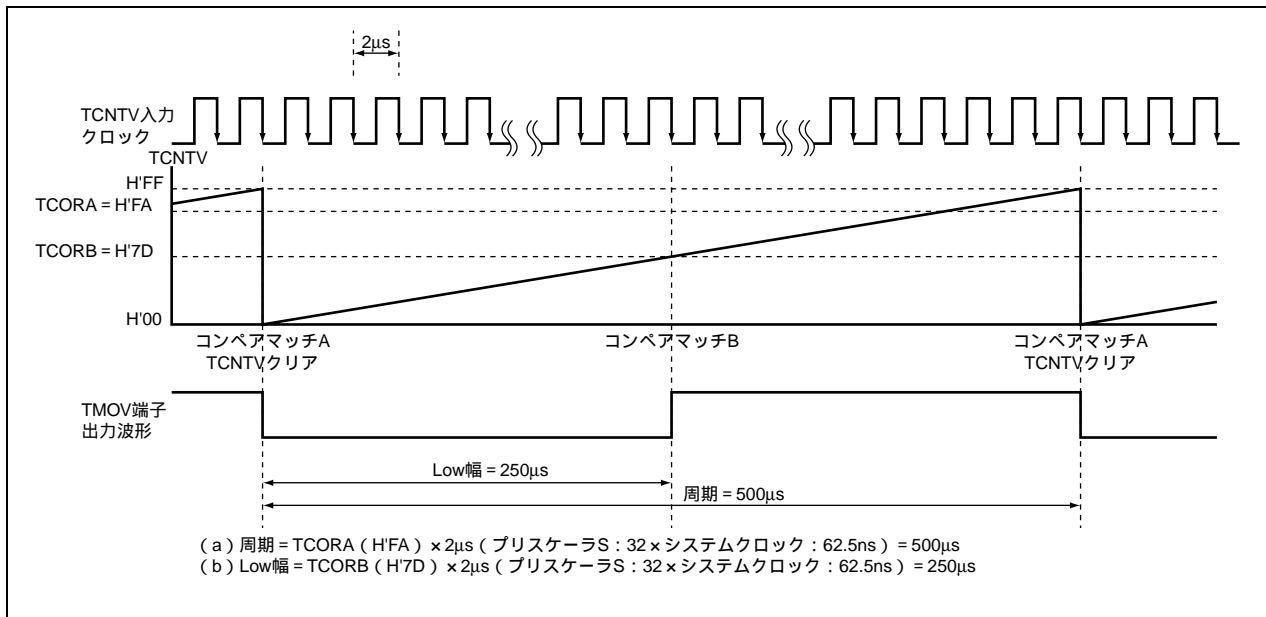

図 2.2 TMOV 端子出力波形の周期および Low 幅の設定方法
2. 本タスク例における TMOV 端子出力波形の周期、および Low 幅の設定方法について図 2.2 に示します。